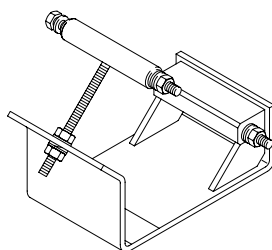

Рис. 4.3
- Проверьте готовность и возможность использования универсального кронштейна компрессора фирмы Webasto (Рис. 4.3).